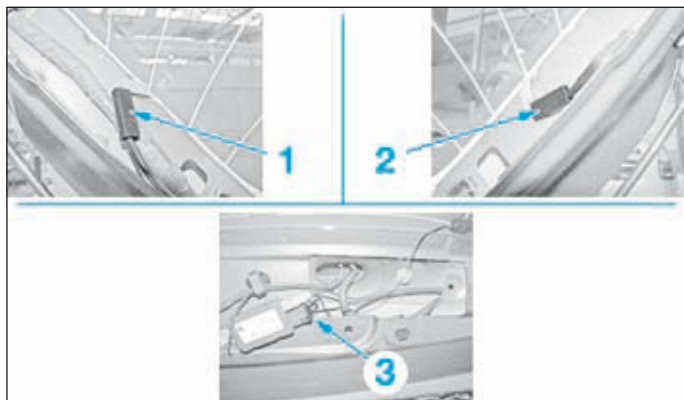

FIG.21
- Débrancher les connecteurs (1), (2) et (3) (Fig.21).